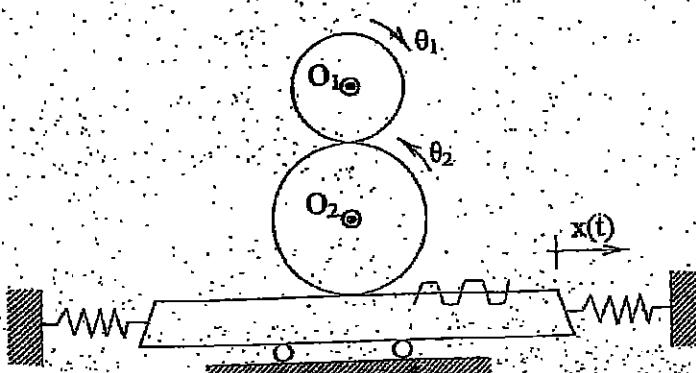

Figura 1 / 1º Irudia
2. Sea el tren de engranajes ordinario simple de la Figura 1, constituido por dos piñones y una cremallera, donde: